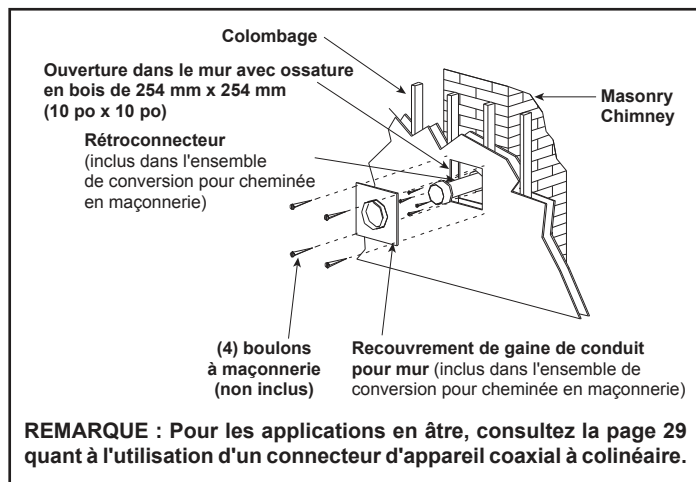
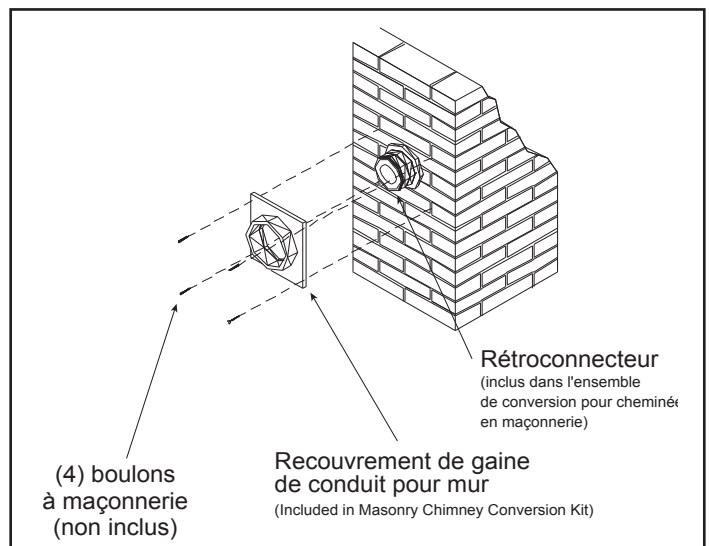

Figure 4.23
Figure 4.28
2. Une fois la position du centre déterminée, créez un orifice de diamètre 152 mm dans la maçonnerie. Si le trou est trop grand, le rétroconnecteur pourrait être installé incorrectement; si le trou est trop petit, l'appareil pourrait manquer d'air entrant. Si le mur en maçonnerie est recouvert d'un mur de bois, pratiquez-y une ouverture carrée de 254 mm (10 po) de côté (centrée sur l'orifice de 152 mm (6 po) dans le mur en maçonnerie). Si ce mur est seulement de panneaux de plâtre (sans charpente de bois), vous devrez quand même y pratiquer une ouverture de 254 mm (10 po), mais aucune charpente de bois ne doit y être installée. Si l'orifice est encadré de bois, une gaine de conduit pour mur est nécessaire. Cela permet d'installer le rétroconnecteur directement sur le mur de maçonnerie et d'obtenir les dégagements adéquats par rapport aux matériaux inflammables. Voir la Figure 4.23.
- Glissez la gaine de conduit sur le rétroconnecteur et fixez-la en place avec des boulons de maçonnerie. Voir la Figure 4.28. Si un mur en bois doté d'une bâti recouvre la maçonnerie, utilisez des vis à bois pour fixer le couvercle de la gaine du conduit au mur, par-dessus le rétroconnecteur et dans l'ouverture carrée de 254 mm (10 po). Consultez la figure 4.23. Si nécessaire, ajoutez une section directe de conduit d'évacuation au rétroconnecteur pour le prolonger et passer par l'ouverture du couvercle de la gaine de conduit.